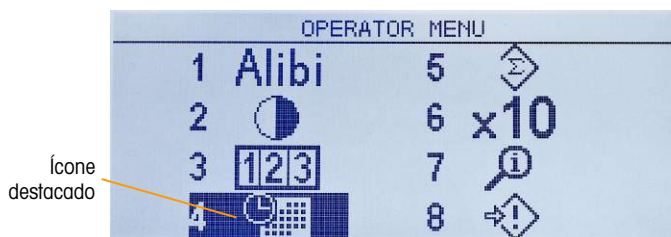

Figura 2-3: Exibição do menu do Operador
Para acessar o menu do operador, pressione a tecla MENU . O display mudará da exibição do peso normal para uma tela de ícones (Figura 2-3). Os ícones incluídos dependem da configuração do terminal – para detalhes, consulte Tabela 2-5.
- Quando o foco estiver na coluna à esquerda, como na Figura 2-3 e no Figura 2-4, pressionar a tecla de seta para ESQUERDA sairá do menu CONFIGURAÇÃO e exibirá o menu OPERADOR.
Por exemplo, a partir da tela mostrada em Figura 2-3, pressionar ENTER ou 4 exibe a tela de configuração **Hora e Data**.
Quando todos os valores de data e hora estiverem definidos corretamente, pressione a tecla de seta ESQUERDA para retornar ao menu do Operador (Figura 2-3).